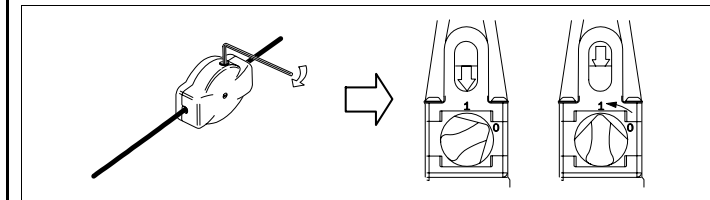

Fig. 4: Ajuste de la tensión del cable
- Apretar el muelle tensor del cable y asegurarse de que la tensión sea la debida sirviéndose del indicador de posición (ver Fig. 4).